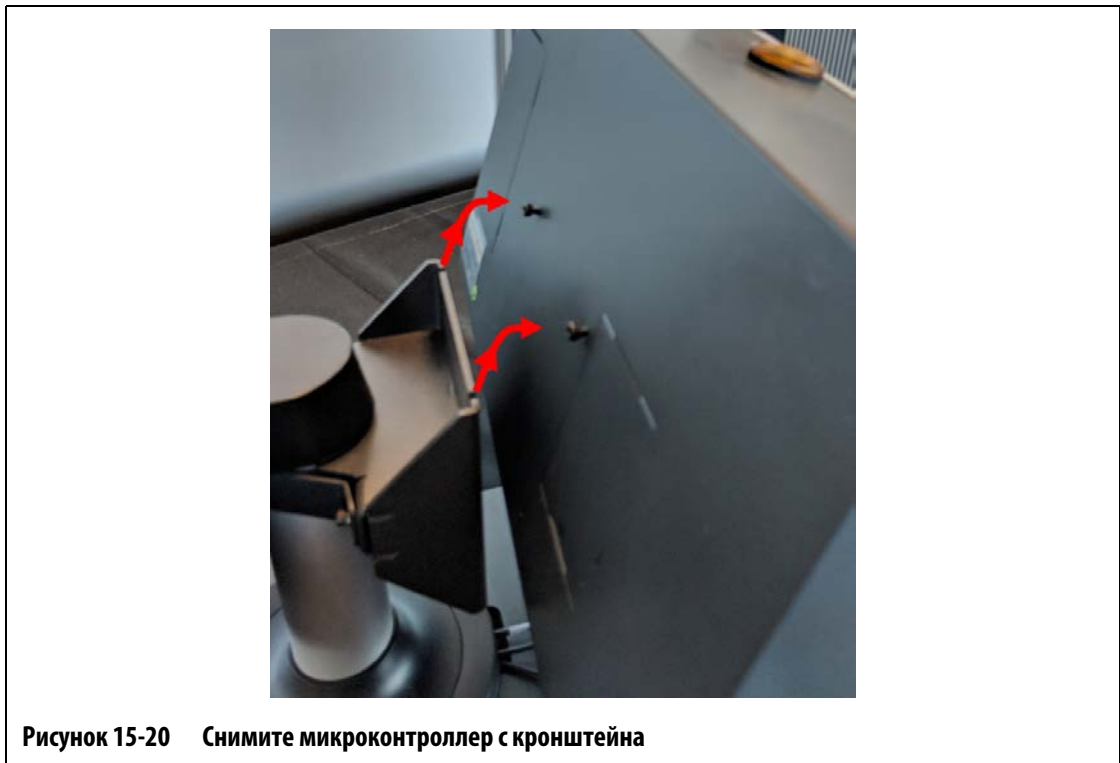

Рисунок 15-20 Снимите микроконтроллер с кронштейна
- Крепко удерживайте микроконтроллер и сдвиньте его вверх, пока винты не выйдут из верхних монтажных слотов, затем потяните вперед, чтобы снять микроконтроллер с монтажного кронштейна. См. Рисунок 15-20.